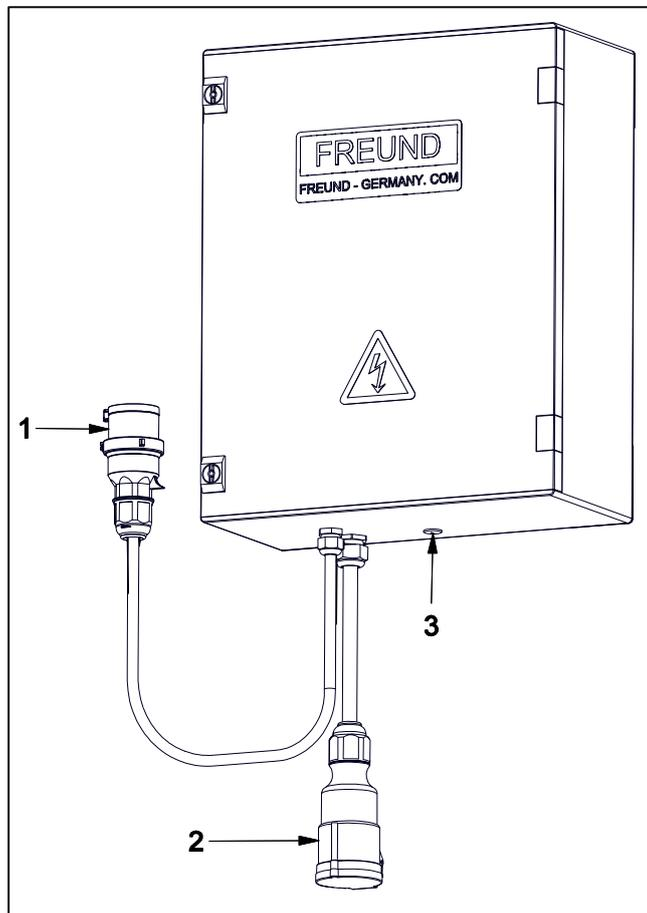

Рис. 5-13 TR3-SG33-KS
- Подсоединить трансформатор к электрической сети (1) и соответствующему оборудованию (2) (Рис. 5-13).